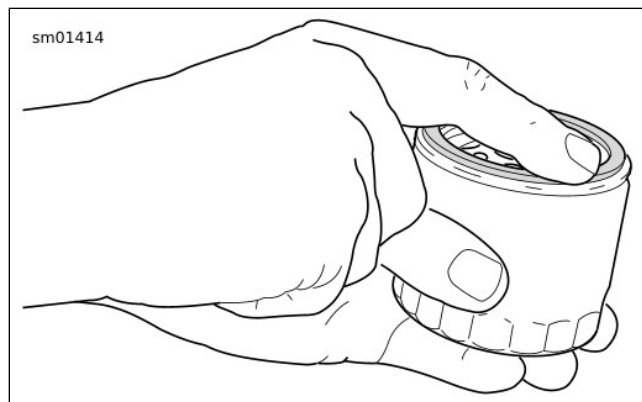

Figure 66. Lubrification du nouveau joint du filtre à huile
7. Voir Figure 66 . Poser un filtre à huile **neuf**.